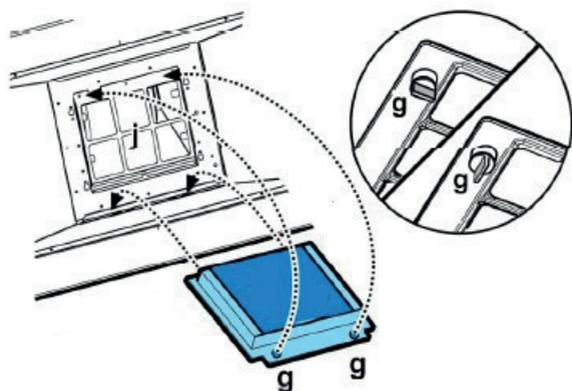

Figure 9
2. Retirez le bloc filtres de son logement en tournant les vis de fixation (g) à 90°, puis dégagez-le (Fig. 9).